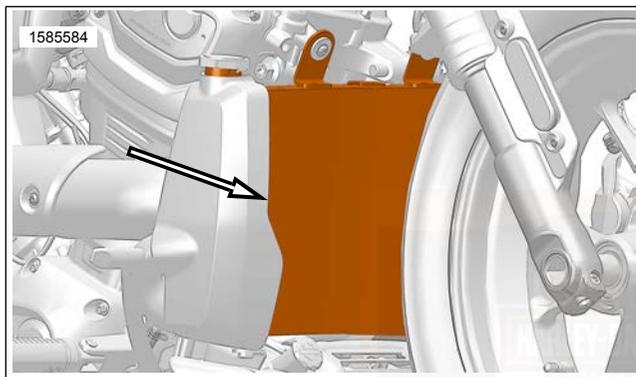

Abbildung 55. Kühler (typisch)
1. Siehe Abbildung 55. Ablagerungen von den Kühlerlamellen entfernen.